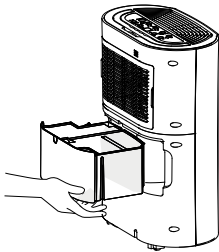

Abb. 2
2. Ergreifen Sie mit beiden Händen die Handgriffe zum Ausziehen des Behälters und ziehen Sie es energisch aber behutsam aus dem Gehäuse (Abb. 2).